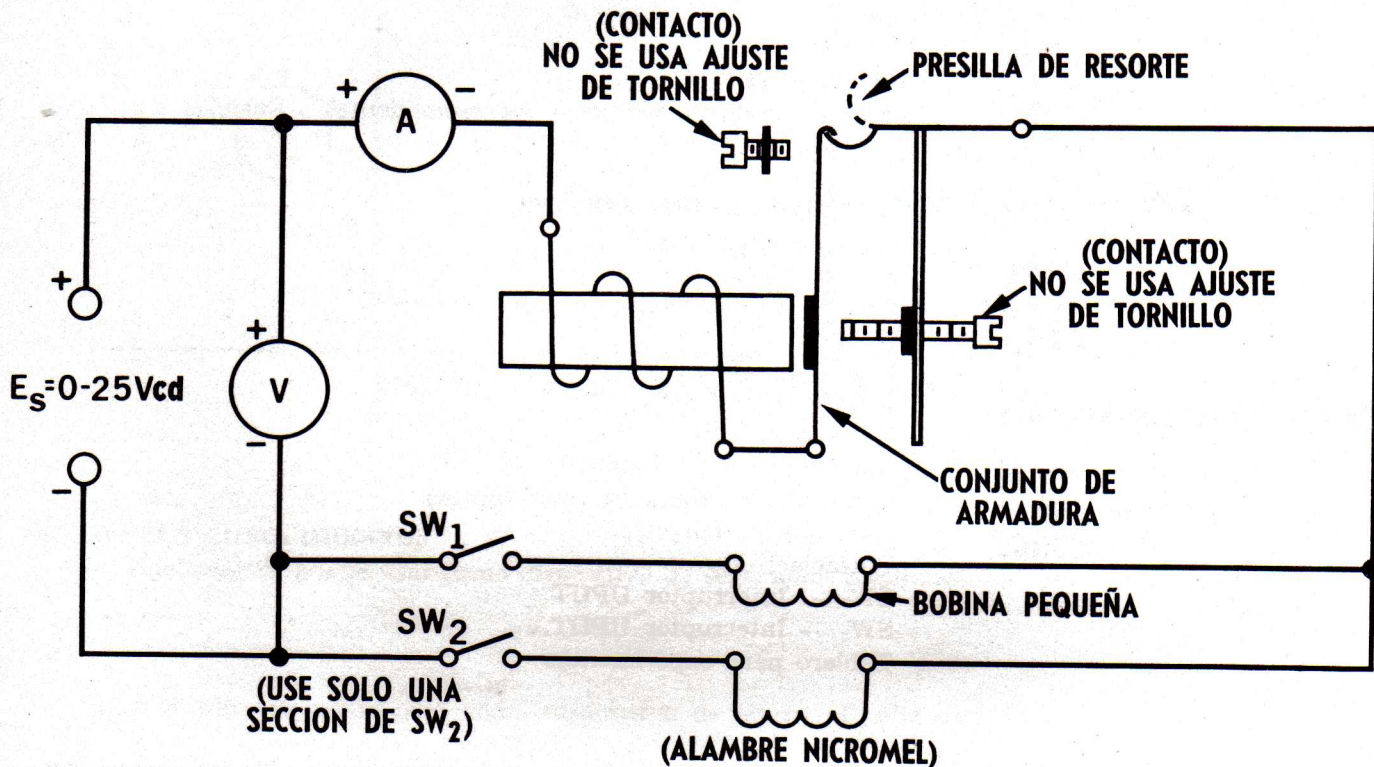

Fig. 30-1
- Arme el interruptor como se ilustra en la fotografía y en el siguiente esquema de la Fig. 30-1.
- En los ajustes iniciales, asegúrese de que los contactos de los tornillos (conexión y desconexión) de la armadura, no toquen el brazo de ésta ni la posición de conexión o desconexión. Vea la Fig. 30-1.